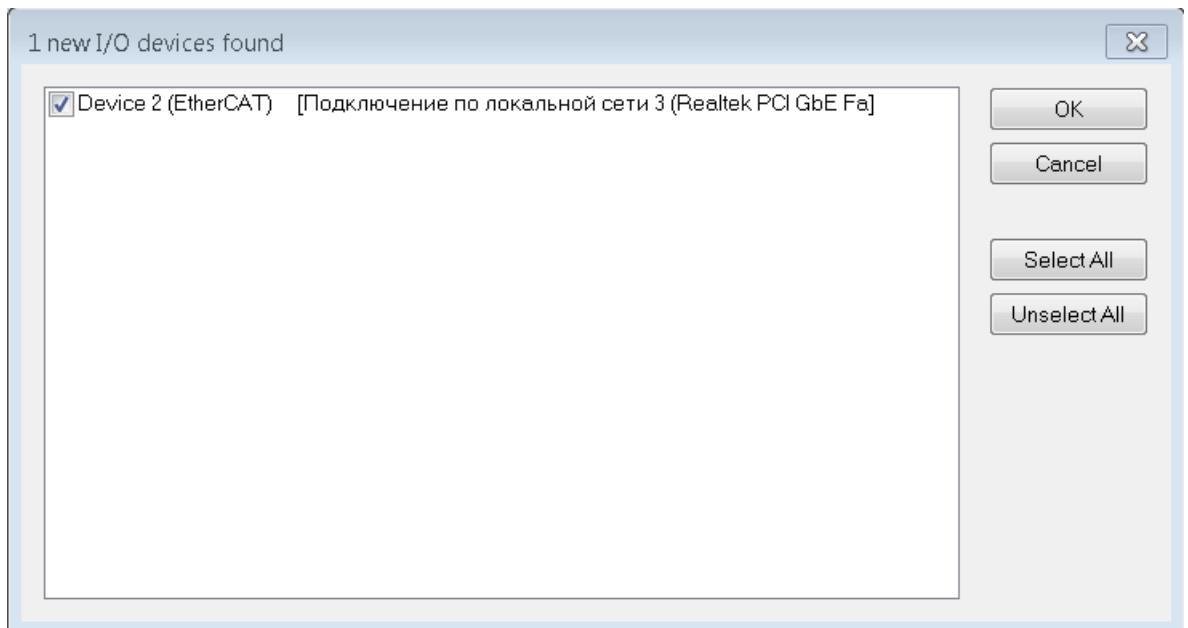

Рисунок 9 — Окно с выбором совместимых сетевых карт в TwinCat 3
3. Из выпадающего окна выбираем нужную сетевую карту и нажимаем «ОК», рисунок 9.